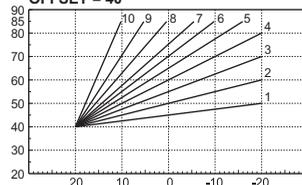

fig. 25- Exemplu de deplasare paralelă a curbelor de compensare
**Offset:** Intrând în acest submeniu, puteți accesa deplasarea paralelă a curbelor cu ajutorul tastelor **+** și **- apă caldă menajeră**. Consultați fig. 25 pentru caracteristici.